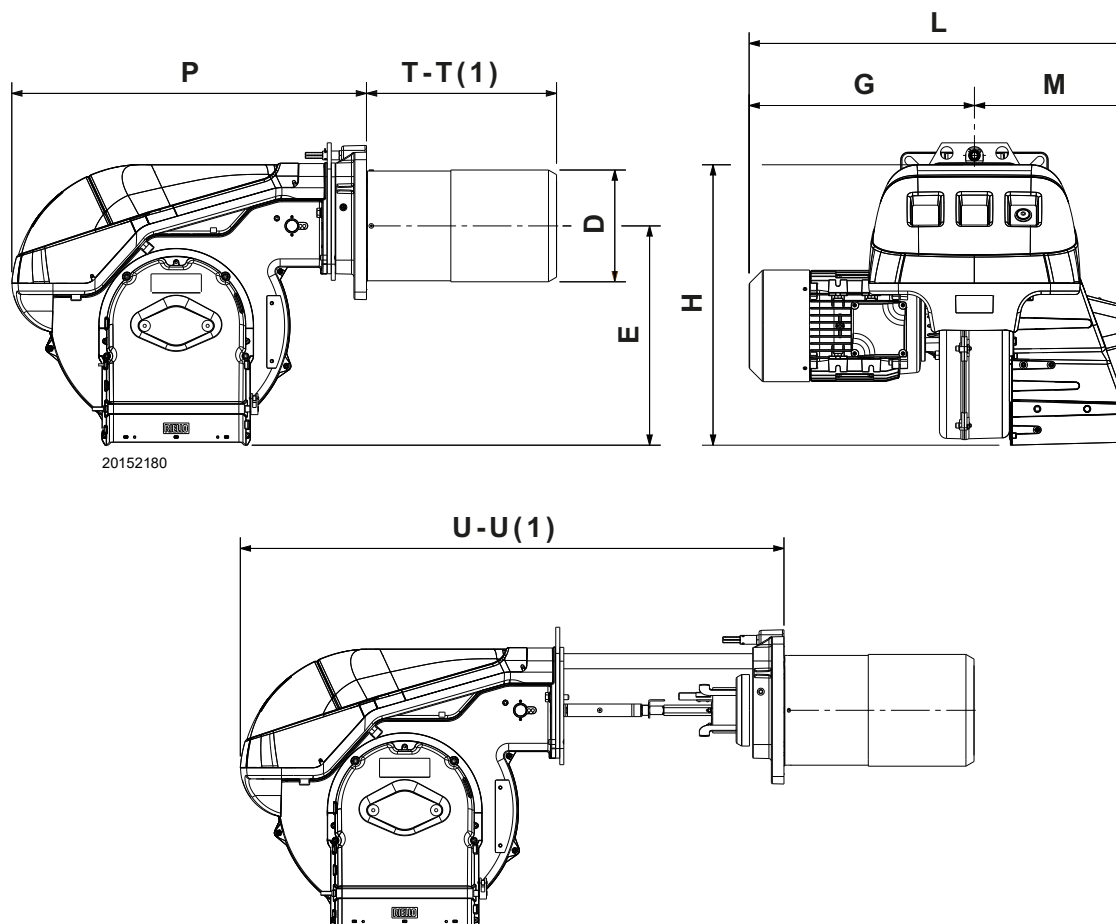

Abb. 2
4.3.1 Abmessungen (Abb. 2) - Richtwerte
Die Brennerabmessungen werden in der Abb. 2 angegeben.